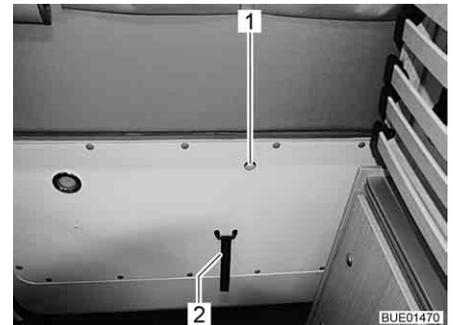

Bild 36 Entriegelung Heckklappe, innen
- Den kleinen Hebel in der Öffnung (Bild 36,1) mit dem Finger nach oben ziehen und gleichzeitig gegen die Heckklappe drücken.
- Rand der Heckklappe oder Schlaufe (Bild 36,2) fassen und Heckklappe schließen.